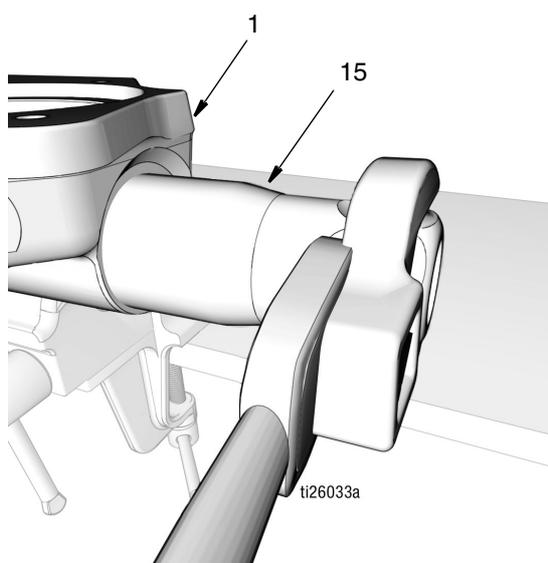

FIG. 47
- c. Enrosque la válvulas de retención de salida (15) en la base de la bomba (1) (FIG. 47). Apriete firmemente. Apriete después a un par de 50 a 55 ft. lbs (67,8 a 74,5 N•m).